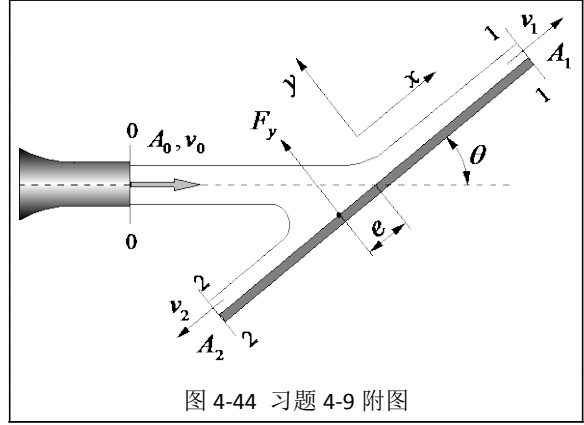

图 4-44 习题 4-9 附图
**4-9** 不可压缩流体平面射流冲击在一倾斜角为  $\theta$  的平板上, 如图 4-44 附所示。射流速度为  $v_0$ ,  $z$  方向单位宽度对应的射流面积为  $A_0$ , 射流流体均处于环境压力。在不考虑摩擦 (即视为理想流体) 和重力的情况下, 转折流速度  $v_1=v_2=v_0$ 。